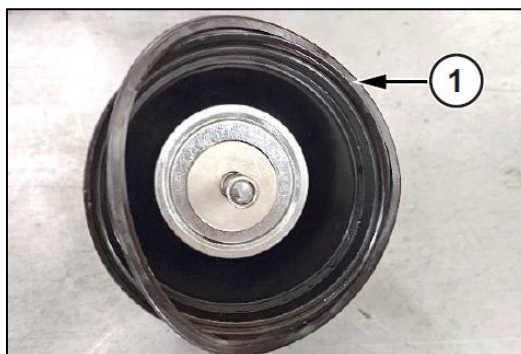

Fig. 311 - VERWIJDER DE AFDICHTING
6. Verwijder de afdichting (1) uit het huis Fig. 311.